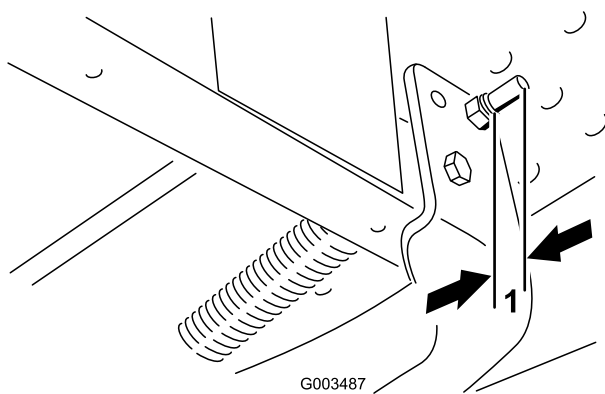

Figura 19
3. Apriete las contratuercas que sujetan los pernos de los muelles hasta que se vea 6 mm a 13 mm de rosca para tensar el muelle (Figura 19).